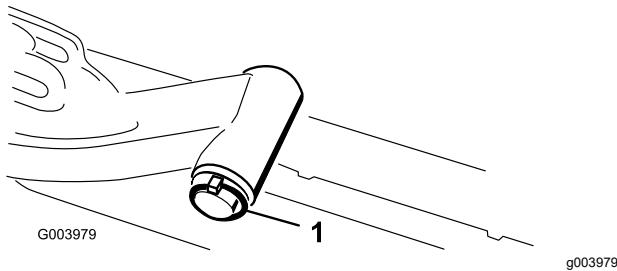

图 18
A. 拆下将提升臂枢轴固定至提升臂的锁扣销和垫圈将提升臂枢轴滑出提升臂 图 18。
C. 将提升臂枢轴插入提升臂使用垫圈和锁扣销将其固定 图 18。